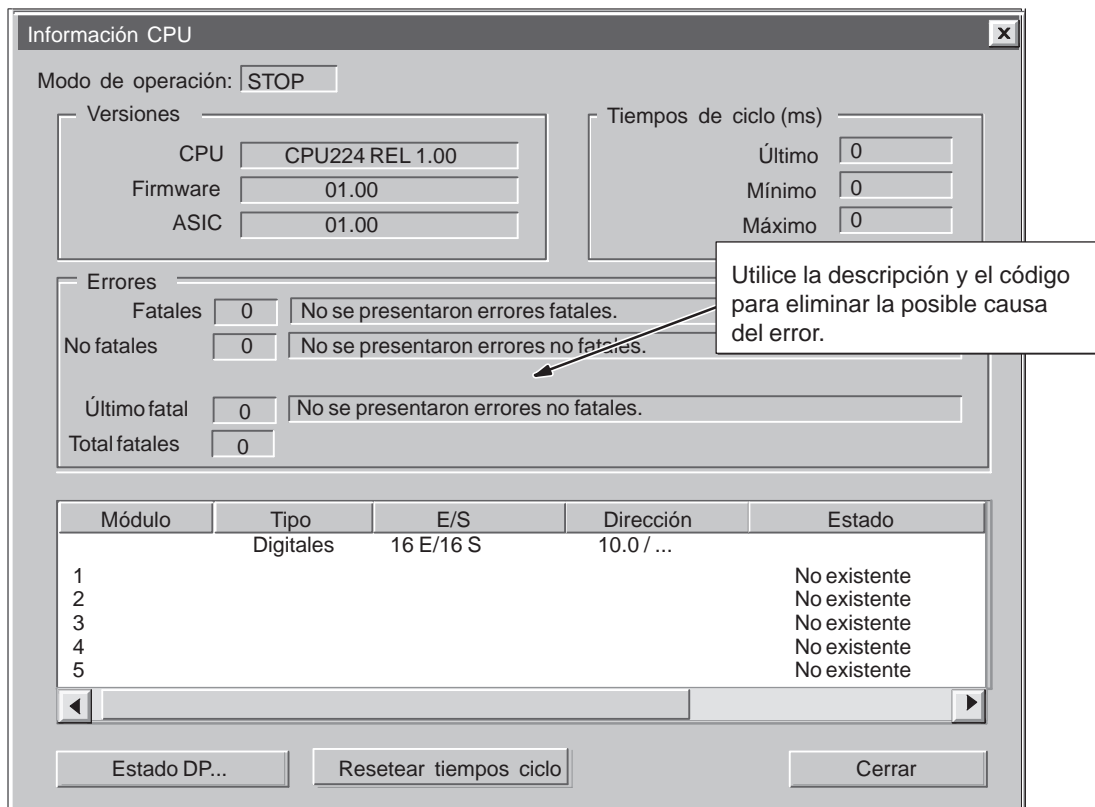

Figura 4-21 Cuadro de diálogo "Información CPU": ficha "Estado de error"
STEP 7-Micro/WIN 32 permite visualizar los códigos generados por los errores. Elija el comando de menú **CPU > Información** para visualizar dichos errores. La figura 4-21 muestra un cuadro de diálogo donde se visualizan el código y la descripción del error. El Anexo B incluye una lista completa de los códigos de error.
En la figura 4-21, el campo "Último fatal" muestra el último código de error fatal generado por la CPU. Al desconectarse la alimentación, este valor se conserva si se respalda la RAM. El valor se pone a 0 si se efectúa un borrado total de la CPU o si la RAM no se respalda tras un corte prolongado de la alimentación.
Los errores no fatales pueden mermar parcialmente el funcionamiento de la CPU, pero no le impiden ejecutar el programa o actualizar las entradas y salidas. Como muestra la figura 4-21, STEP 7-Micro/WIN 32 permite visualizar los códigos generados por los errores no fatales. Hay tres categorías básicas de errores no fatales:
- Errores de programación durante el tiempo de ejecución. El programa puede crear condiciones de error mientras se ejecuta el programa. Por ejemplo, un puntero de direccionamiento indirecto que era válido cuando se compiló el programa puede haber cambiado durante la ejecución del programa, señalando entonces a una dirección fuera de área. Esto se considera un error de programación durante el tiempo de ejecución. Utilice el cuadro de diálogo que muestra la figura 4-21 en la página 4-36 para determinar el tipo de error que ha ocurrido.